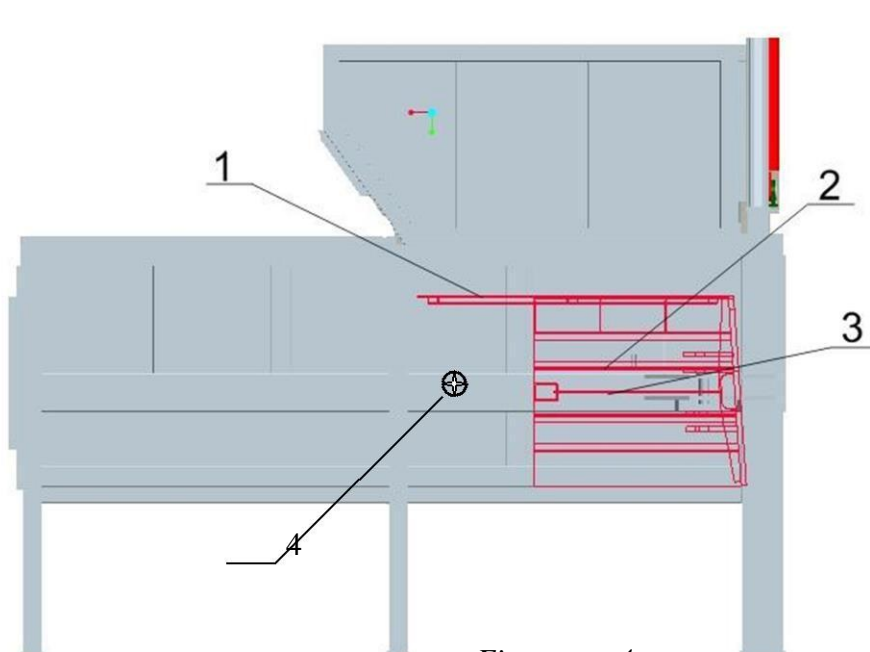

Figura nr. 4.
- ☐ Verificări zilnice ale lubrificării suprafețelor culisante (dacă sunt suficient lubrificate) – lubrifikați manual suprafețele culisante când mașina este în poziția 1, 2 și 3 (Fig. nr. 4);